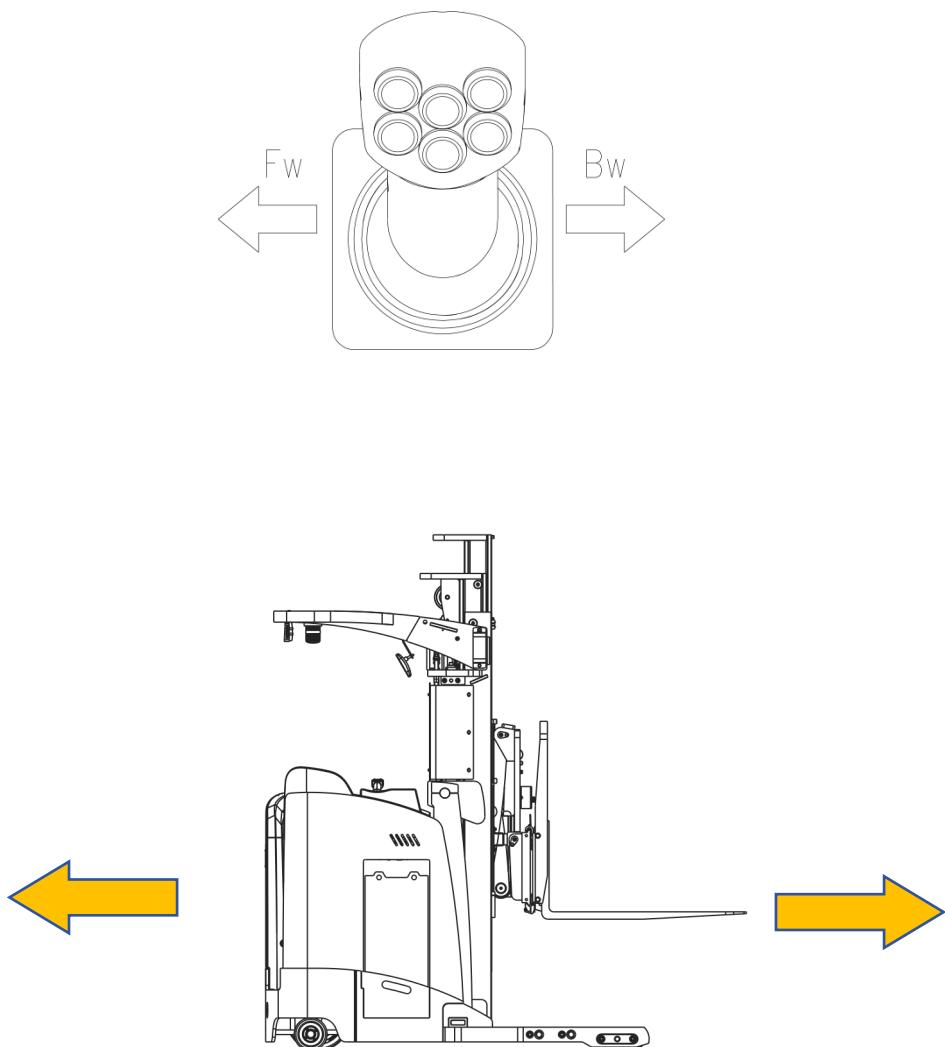

图 12 行驶示意图
- 通过操纵杆（图 9 中 6）控制车辆前进后退（图 12）；